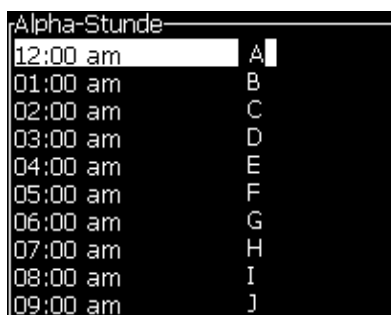

Abbildung 5-45: Einrichtung Codierte Stunde
- 3 Wählen Sie *Setup Encoded Hour* (Einrichtung Codierte Stunde) und drücken Sie *Enter* zum Öffnen des Dialogfensters *Alpha Hour* (Alpha-Stunde) (siehe Abbildung 5-45).